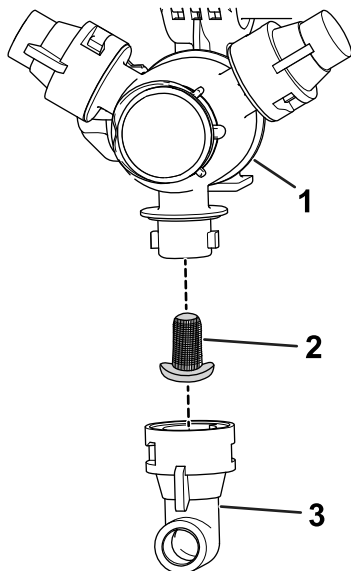

Bild 98
2. Nehmen Sie die Düse vom Sprühdrehkreuz ab (Bild 98).
3. Entfernen Sie den alten Düsenfilter (Bild 98).
4. Setzen Sie den neuen Düsenfilter ein (Bild 98).
5. Setzen Sie die Düse auf das Sprühdrehkreuz auf (Bild 98).